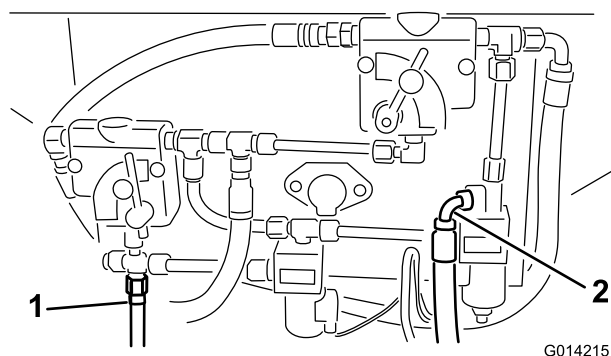
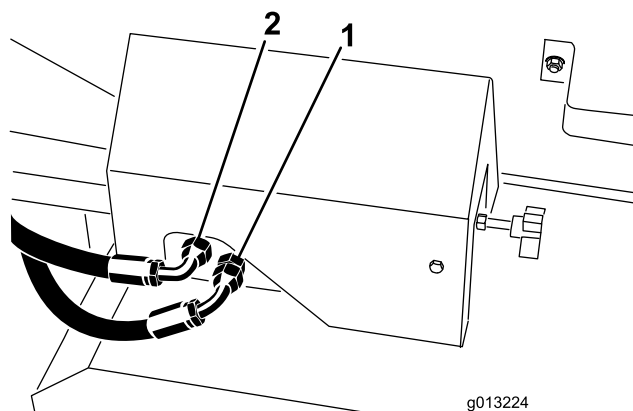
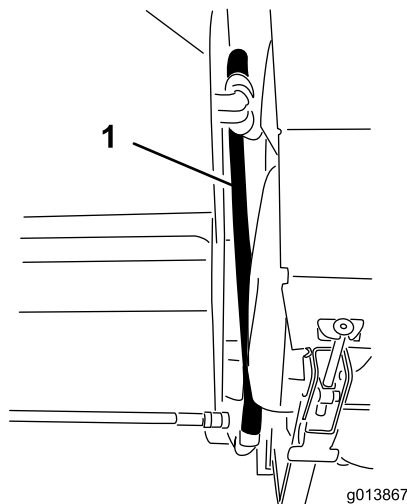
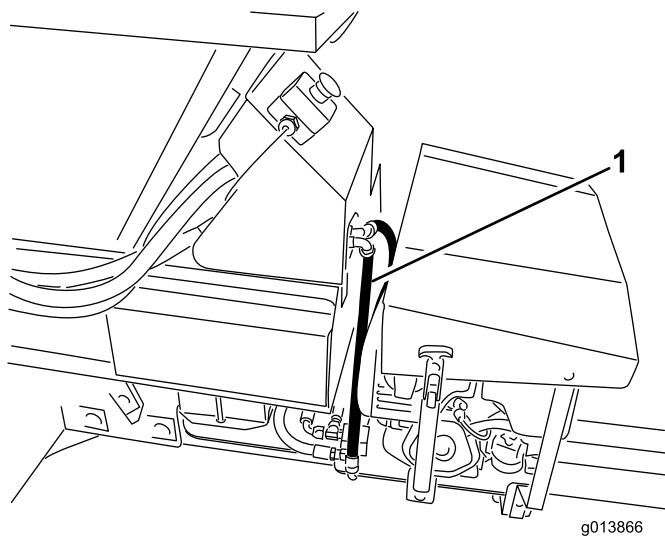

Figura 14
Figura 15
Figura 16
Figura 17
39. Identifique as ligações de pressão e retorno no modelo base ProPass. Consulte Figura 14 para as versões SH e Figura 15 para as versões EH.
40. Se os tubos de pressão e retorno tiverem sido devidamente instalados nos locais indicados em Figura 14 e Figura 15, remova-os.
41. Ligue os tubos hidráulicos ao painel de controlo hidráulico. Consulte Figura 14 e Figura 16 sobre as versões SH e Figura 15 e Figura 17 sobre as versões EH.